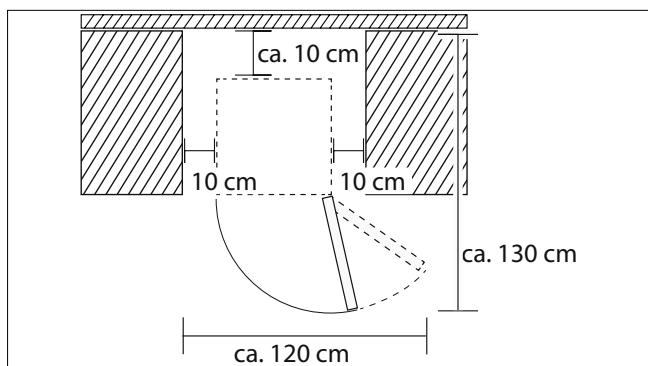

Fig. 3 – Dimensions nécessaires pour la pièce
- Lors de l'installation, tenez compte de l'espace nécessaire à l'appareil : Pour garantir une ventilation suffisante, respectez une distance d'au moins 30 cm entre l'appareil et le plafond, de 10 cm par rapport aux parois latérales et à la paroi arrière. Pour pouvoir ouvrir complètement la porte du réfrigérateur, les dimensions de la pièce doivent respecter les indications ci-dessous (voir Fig. 3).